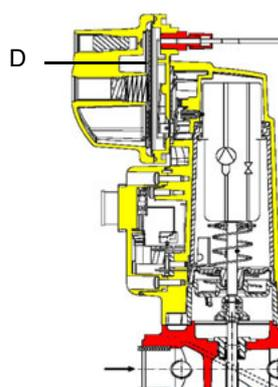

Fig. 9
**Attenzione:** il diaframma **D** dell'SKP2 deve essere verticale (vedi Fig. 9).